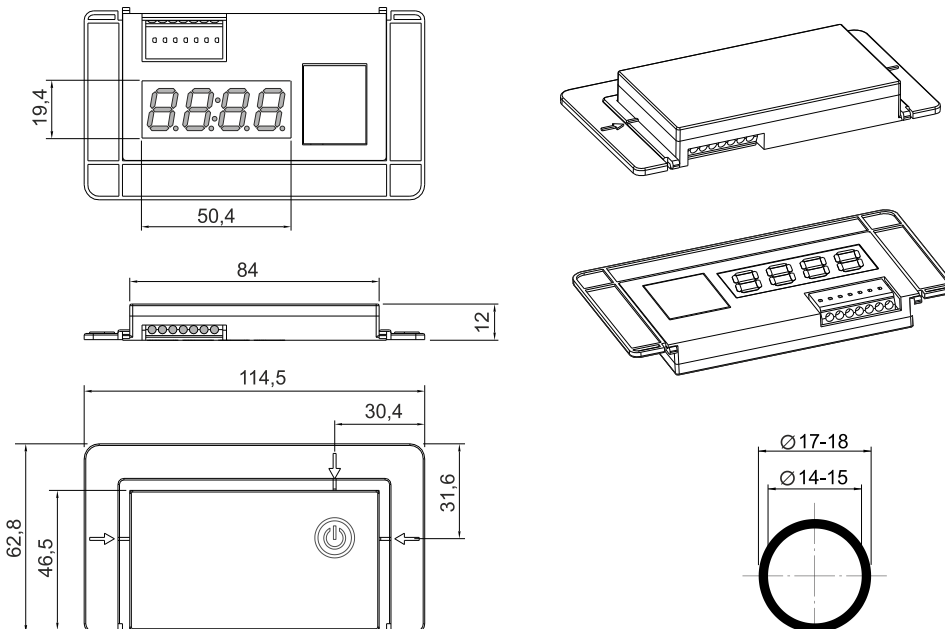

Рис. 1
- Внешний вид, размеры сенсорного выключателя сенсорной кнопки указаны на Рис. 1.
- Снимите отражающий слой с задней стенки зеркала на месте установки сенсора. Ориентировочные размеры указаны на Рис. 1. Рисунок кнопки управления может иметь как форму окружности, так и прямоугольную форму. Примеры рисунков показаны на Рис. 2.